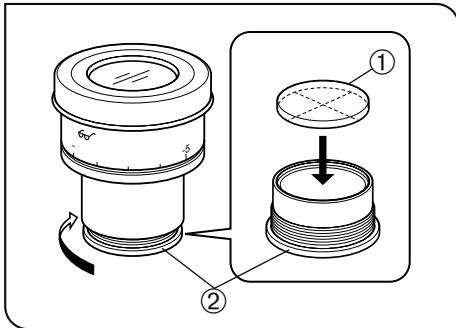

图 26
(图26)
如图 26 所示,逆时针转动内置的测微尺安装架②,并从目镜上取下,放上测微尺①。